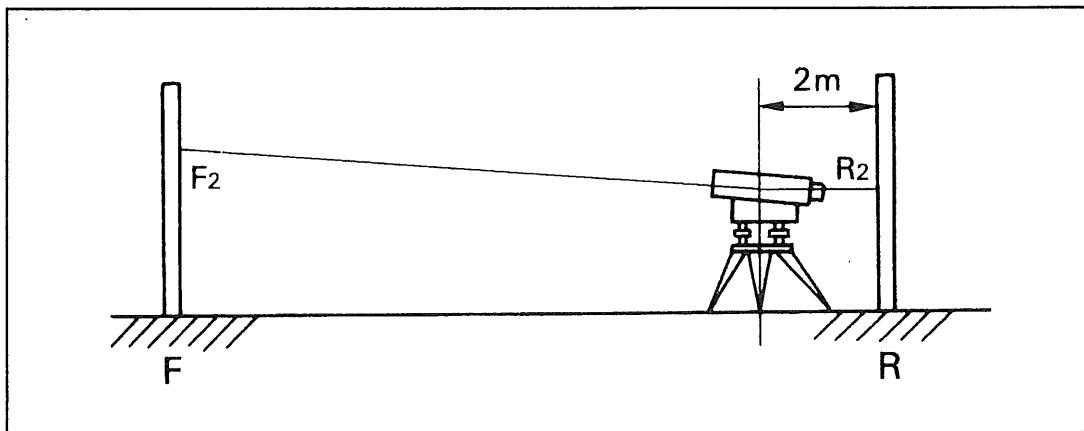

図10
- 3 本機を移動し、一方の標尺から約2mの距離に整置し直し、前後の標尺の視準する点をそれぞれ読み取ります。この読みを $F_2$  および  $R_2$  とします。(図10)